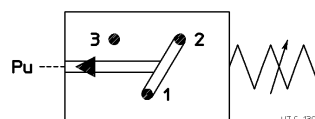

fig. 1
* Carico massimo sui contatti 5V - 250V ~, per il collegamento elettrico ved. fig.1